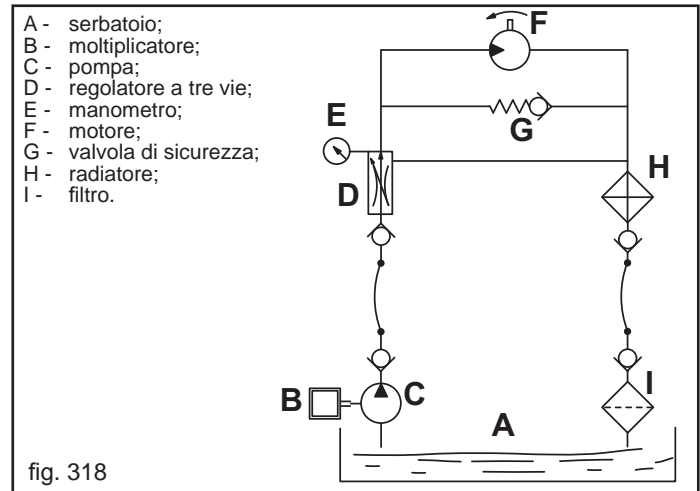

fig. 318
- Alimentazione dell'olio: attenersi ai dati dello schema Fig. 318.